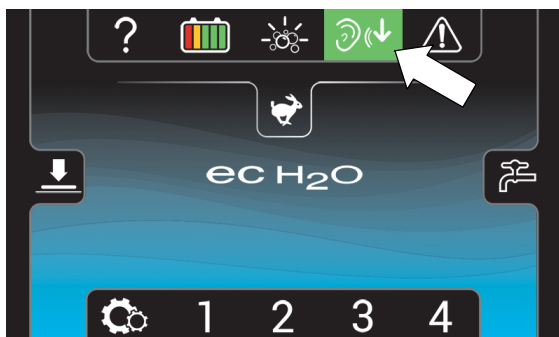

ABB. 54
7.  Drücken Sie die Taste Leiser Modus, um das Geräusch des Vakuummotors für lärmreduzierte Bereiche zu verringern (Abbildung 54). Das Symbol wird bei Aktivierung grün. Zum Ausschalten erneut drücken.